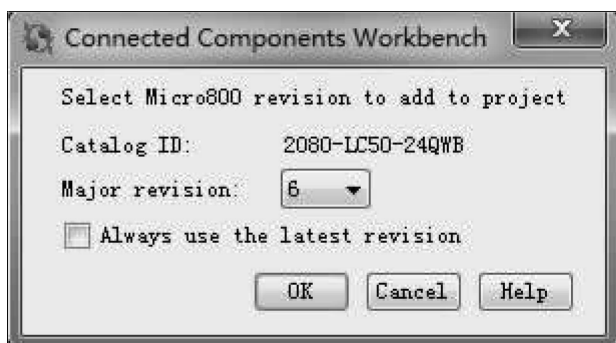
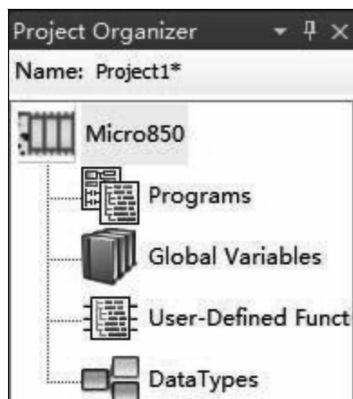

图 4-9 版本选择界面
图 4-10 项目组织器窗口
3) 在选定的控制器上双击或直接把控制器拖拽到项目组织器，弹出版本选择的界面，如图 4-9 所示，在 Major revision 中选择控制器的主版本号，单击“OK”，项目组织器如图 4-10 所示。这样就建立了一个基于 Micro850 控制器的项目。